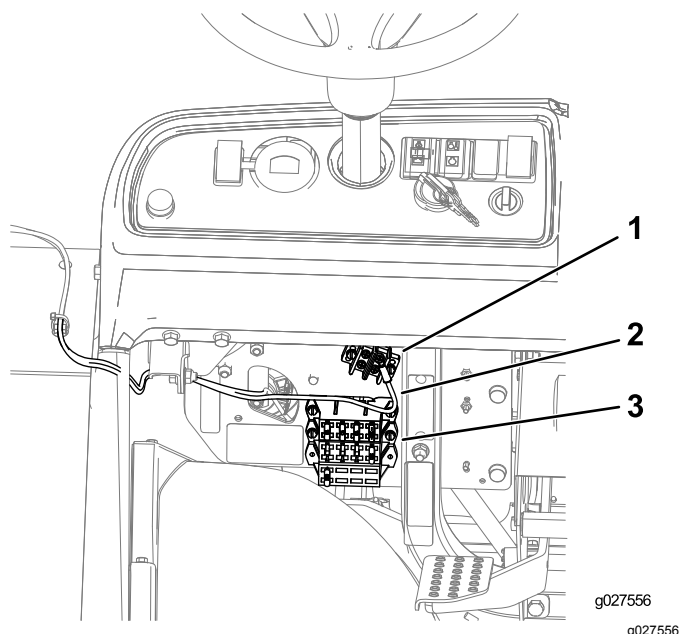

Рисунок 13
2. На машинах Workman MD/MDX/MDXD: подсоедините круглую клемму жгута проводки к блоку заземления и вставьте разъем блока предохранителей в имеющееся соединение блока предохранителей (Рисунок 13).